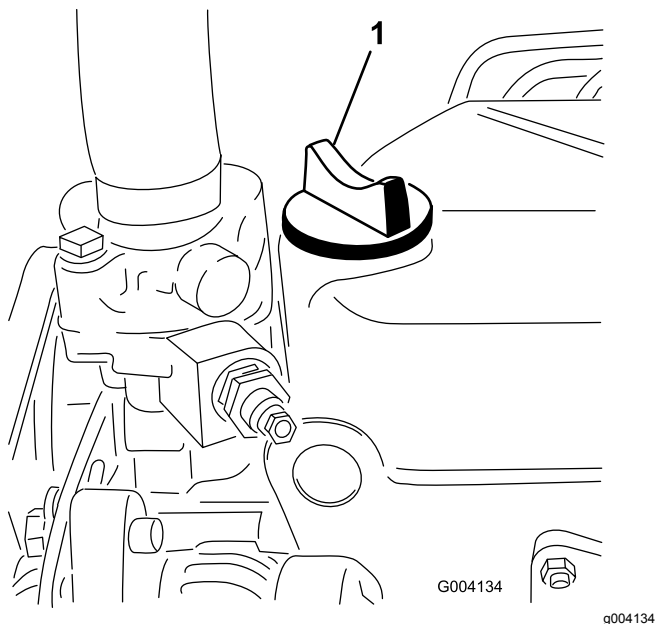

Bild 49
5. Wenn der Ölstand unter der Voll-Markierung liegt, nehmen Sie den Fülldeckel ab (Bild 49) und gießen Sie genug Öl ein, um den Ölstand bis zur Voll-Markierung anzuheben.